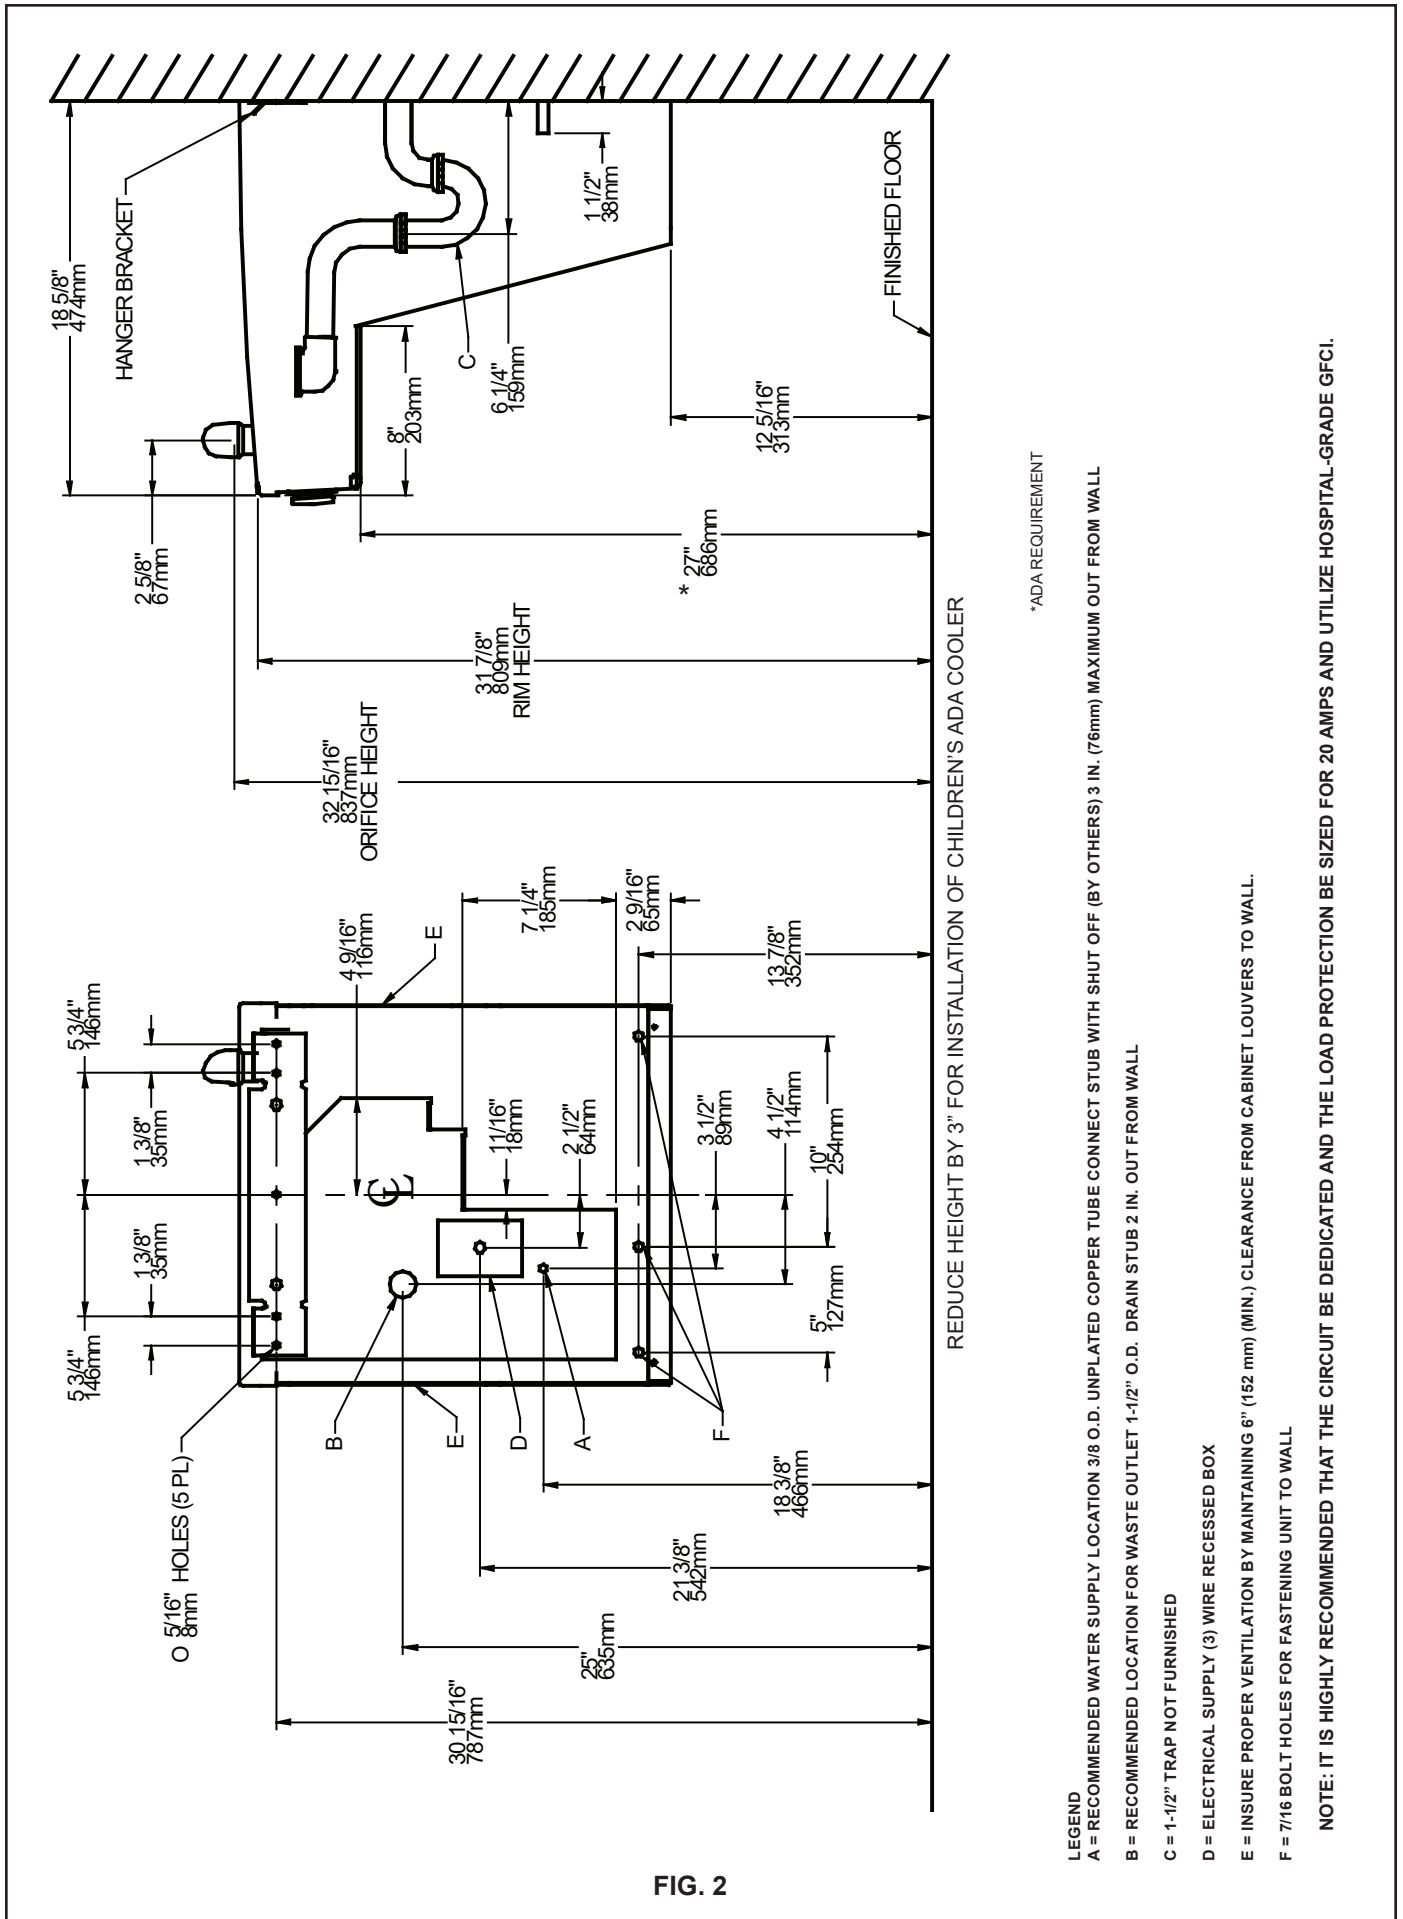

FIG. 2
- 1) Remove hanger bracket fastened to back of cooler by removing one (1) screw.
- 2) Mount the hanger bracket and trap as shown in Figure 2.
- 4) Hang the cooler on the hanger bracket. Be certain the hanger bracket is engaged properly in the slots on the cooler back as shown in Figure 2.
- 5) Loosen the two (2) screws holding the lower front panel at the bottom of cooler base and two (2) screws at the top (**Use torx bits sold separately**). Remove the front panel and set aside.
- 1) Quite el fijador de suspensión sujetados a la parte posterior del enfriador quitando un (1) tornillo.
- 2) Monte el fijador de suspensión y quite el purgador como se muestra en la Fig.2.
- 1) Retirez le support de suspension à l'arrière du refroidisseur en enlevant une (1) vis.
- 2) Installez le support et le siphon tel qu'indiqué à la fig. 2.
- 4) Installez le refroidisseur sur le support en vous assurant que ceux-ci sont bien installés dans les fentes à l'arrière du refroidisseur tel qu'indiqué à la figure 2.
- 5) Dégagez les deux (2) vis retenant le panneau inférieur avant au bas de la base du refroidisseur ainsi que deux (2) vis sur le dessus (**Employez le peu Torx vendu séparément**). Retirez le panneau avant et mettez-le de côté.